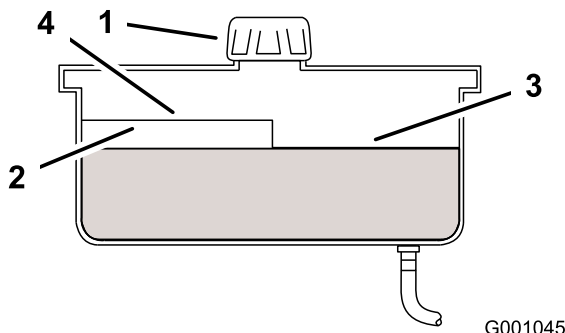

Figura 59
2. Limpie alrededor del cuello de llenado del depósito de aceite hidráulico (Figura 59).
3. Retire el tapón del cuello de llenado. Mire dentro para ver si hay aceite en el depósito (Figura 59).
Nota: El nivel de aceite debe llegar a la parte superior del nivel caliente del tabique cuando el aceite está caliente (Figura 59).